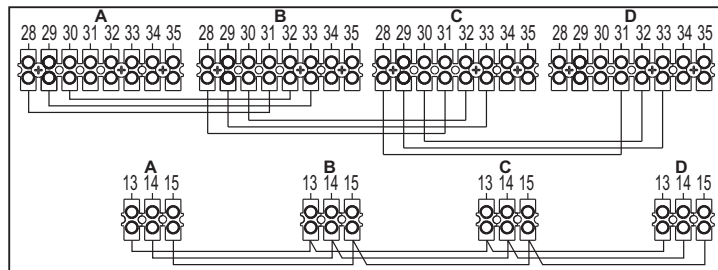

fig. 28 - Collegamento in cascata
1. Collegare i moduli come mostrato in fig. 28 (esempio con 4 moduli)
Se questo non avviene, togliere alimentazione elettrica e controllare il cablaggio in fig. 28.